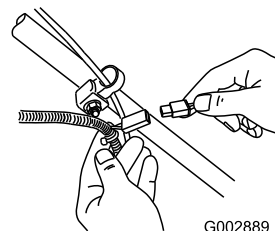

Figure 20
- Branchez le chargeur au faisceau de câblage de la tondeuse situé sous la clé de contact (Figure 20).